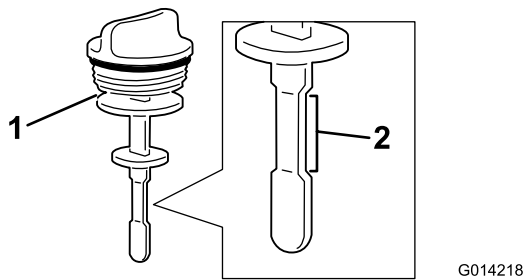

Bild 59
5. Entfernen Sie den Ölpeilstab vom Einfüllstutzen und prüfen Sie den Ölstand. Der Ölstand sollte zwischen den beiden Marken am Peilstab liegen (Bild 59).